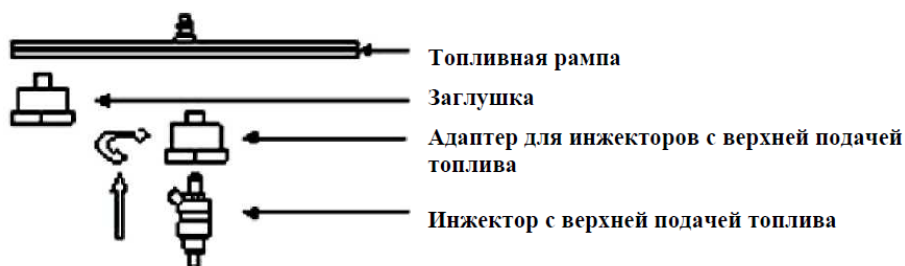

Рис. 2.1 Установка адаптера инжектора с верхней подачей топлива
### 6.3.1 Установка инжектора с верхней подачей топлива (рис. 2.1)
1. Как показано на рис. 2.1 и 2.3, установите инжекторы между топливной рампой и опорной пластиной измерительных цилиндров.